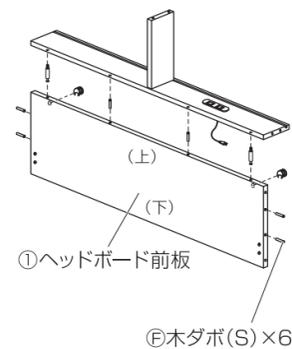

図1のように、①ヘッドボード前板と②ヘッドボードAに◎連結金具(4か所)をはめ込み、◎連結ボルト(4か所)をねじ込んだ⑥ヘッドボードEと連結金具で固定してください。
図1のように、ヘッドボードとフットボード側から約2cmほど離れた位置に⑭すのこ(2つ)を設置し、ドライバーと◎木ねじ(4か所)を使用してしっかりと固定してください。その後、図2のように、⑭すのこを真っ直ぐ中央側に引っ張り、⑭すのこ同士の間隔を揃えてから、中央側をドライバーと◎木ねじ(4か所)を使用してしっかりと固定してください。